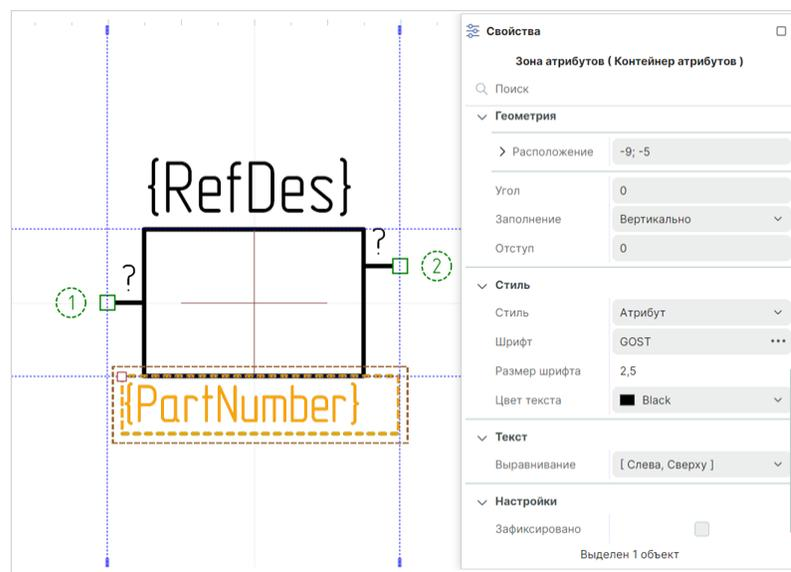

Рис. 189 Настройка зоны атрибутов УГО
6. При необходимости настройте параметры в группах «Геометрия», «Стиль», «Текст», «Настройки», см. Рис. 189.